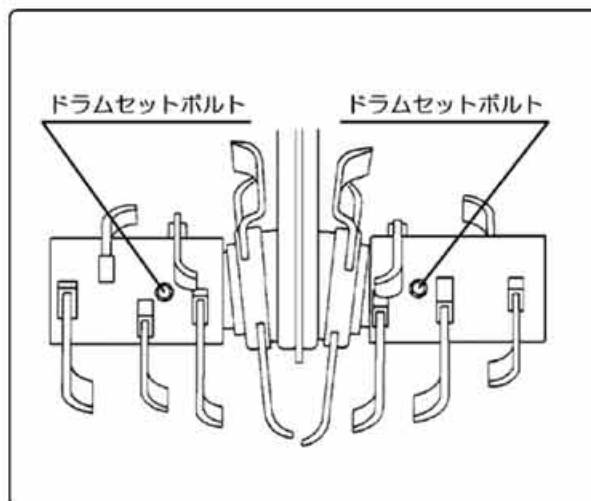

図41
- ①ドラムローター（左右）のセットボルト（左右各1本）をゆるめドラムローターを外してください。（図41）